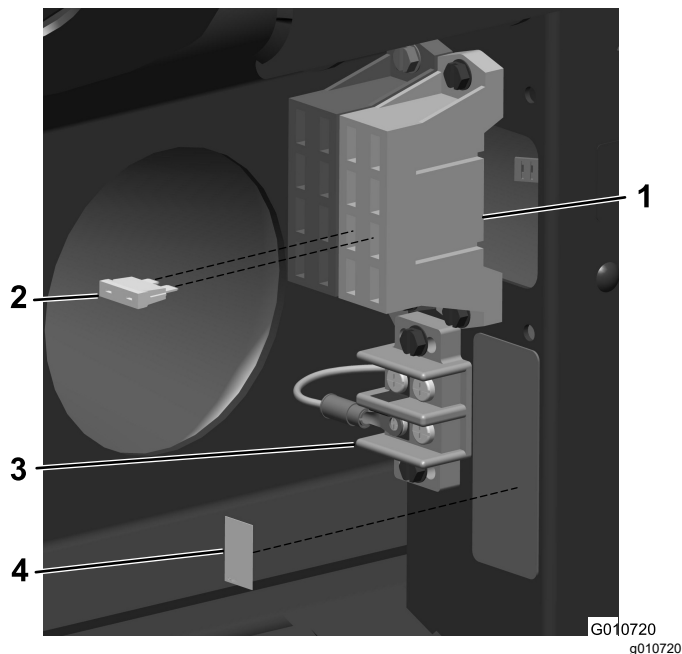

図 1
2. 黄色線についているスぺード形のコネクタを、ヒューズブロックにある未使用のコネクタに接続する 図 1。
3. スぺード形のコネクタを接続したコネクタに、ヒューズ15 Aを取り付ける 図 1。
4. 黒線についているリング端子をアースブロックに接続する 図 1。
5. 作業用ライト用ヒューズのデカル107-8011を、既存のデカルの近くの開いている場所に貼りつける 図 1。